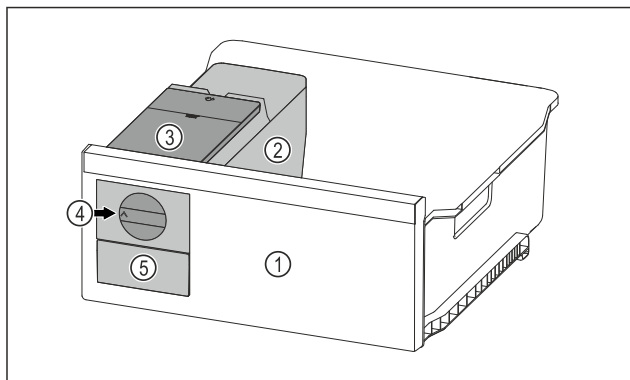

Fig. 66 Beispielfreige Darstellung
- Drehknopf Fig. 66 (4) im Uhrzeigersinn bis zum Anschlag drehen.
- Eiskubus fallen aus der Eiskubus-Schale in das Eiskubus-Schubfach Fig. 66 (5).